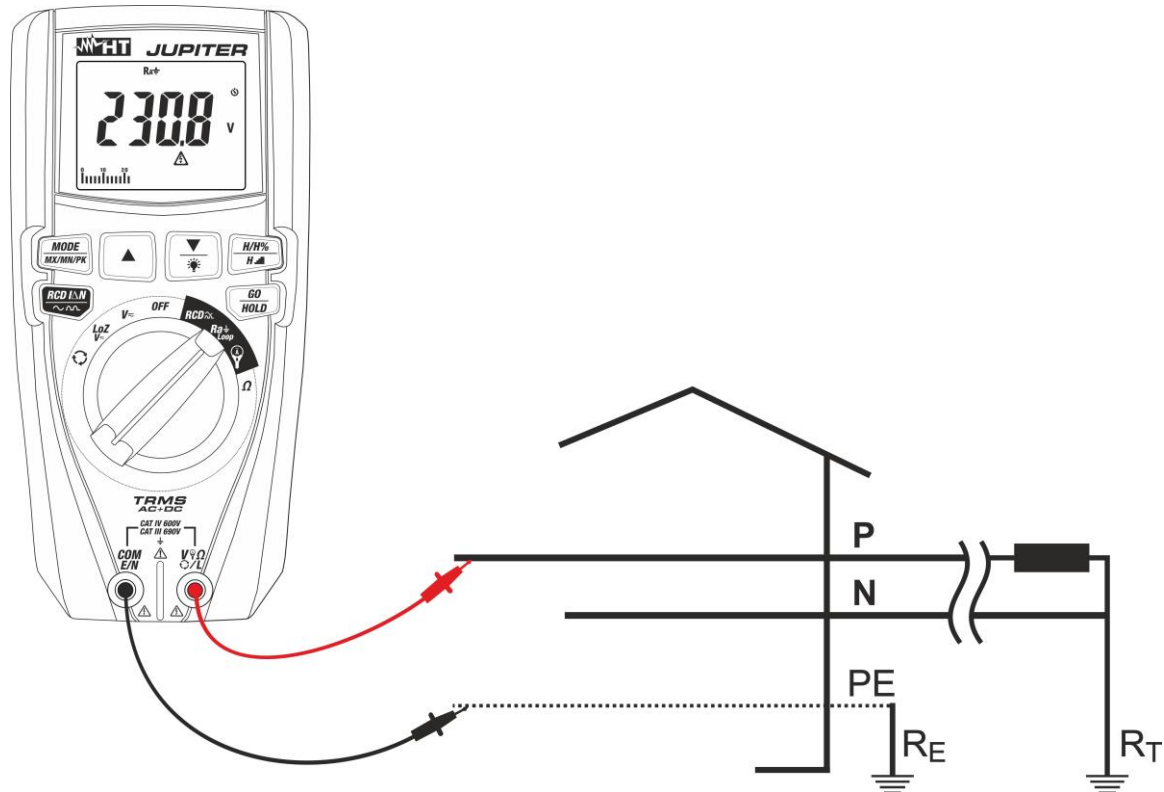

Fig. 24: Uso del instrumento para medida impedancia Bucle L-PE con puntas de prueba
6. **Para la medida de Bucle L-PE** en caso de uso de las puntas de medida inserte el conductor rojo en el terminal de entrada **V Ω L** y el conductor negro en el terminal de entrada **COM/E/N** y conecte el instrumento a la instalación en examen (ver Fig. 24). El valor de la tensión Fase-Tierra se muestra en pantalla